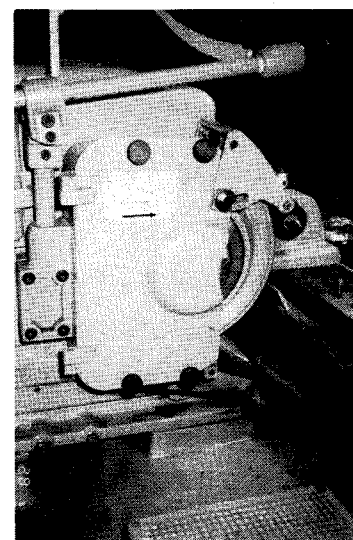

図1-21
- (4) 保護覆いを取りつける。
- ① 砥石と保護覆いの間に適当なすきまがあるかどうかを確認し、保護覆いを取り付ける（図1-21）。